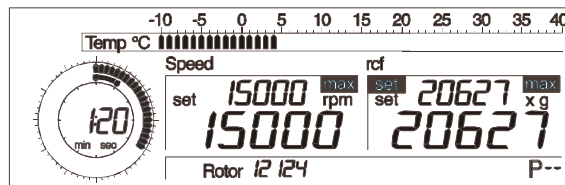

Abb. 5.15: Einstellung der Relativen Zentrifugalbeschleunigung
- Drehen Sie den linken Drehknopf, bis im Anzeigenfeld "set" vor dem Parameter "rcf" erscheint (siehe Abb. 5.15).